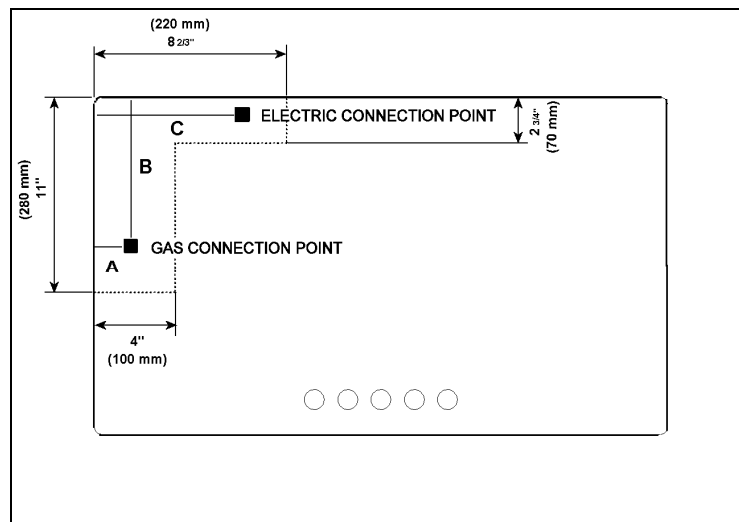

Fig.5B
3. Avant d'installer la table de cuisson considérez la position de l'alimentation gaz et l'itinéraire de la ligne du gaz. (Se référer à la fig.5B)